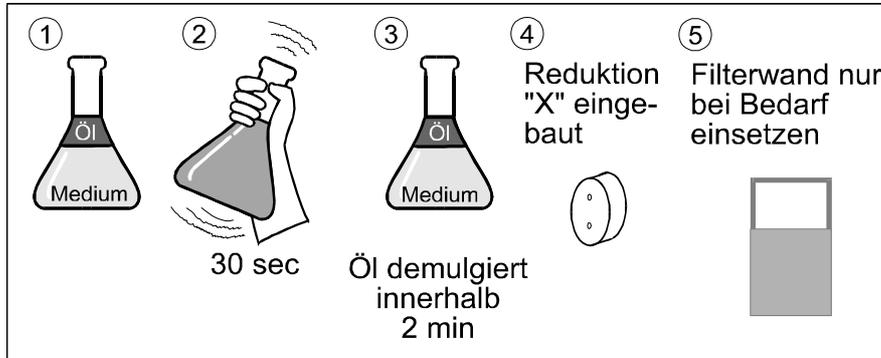

Bild 5: Waschmedium / KSS gut demulgierend
- Medium auf Demulgierbarkeit überprüfen (siehe Bild 5 und 6)